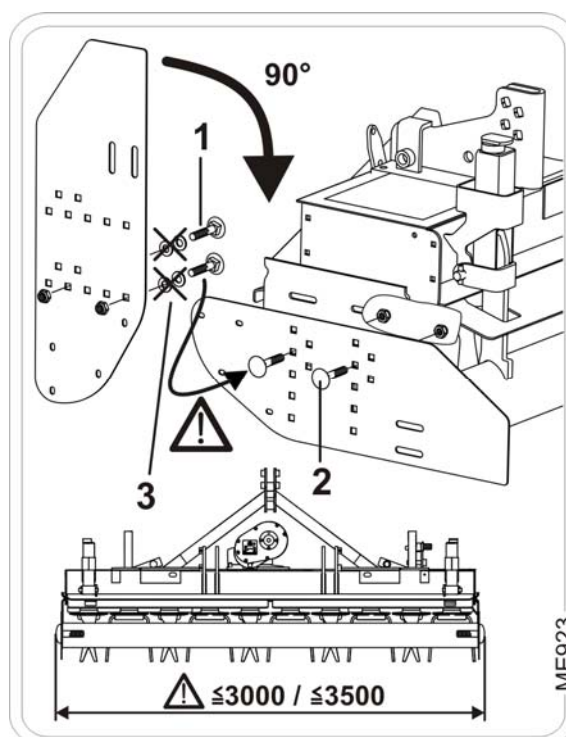

Fig. 78
1. Løsn fladehovedskrue (Fig. 78/1).
3. Sæt fladehovedskrue (Fig. 78/2) udefra i sidepladen og skru sidepladen på.
Brug ikke skiverne (Fig. 78/3).